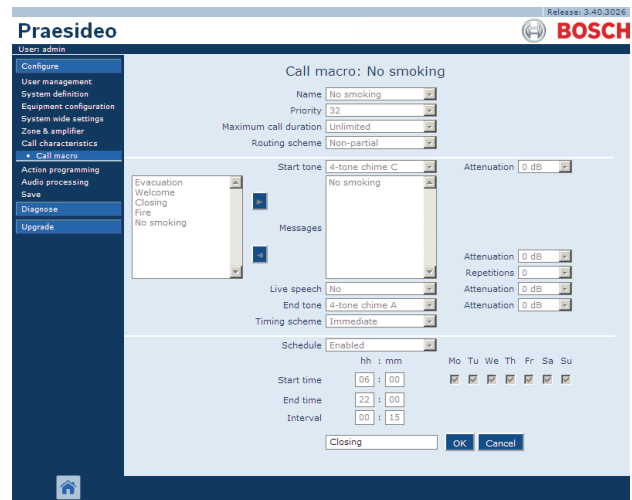

figura 47.4: Agregar macro de llamada, paso 3
- 3 Ponga el nombre de la nueva macro de llamada en el campo *Name* (consulte figura 47.4 donde encontrará un ejemplo). Puede constar de hasta 16 caracteres.